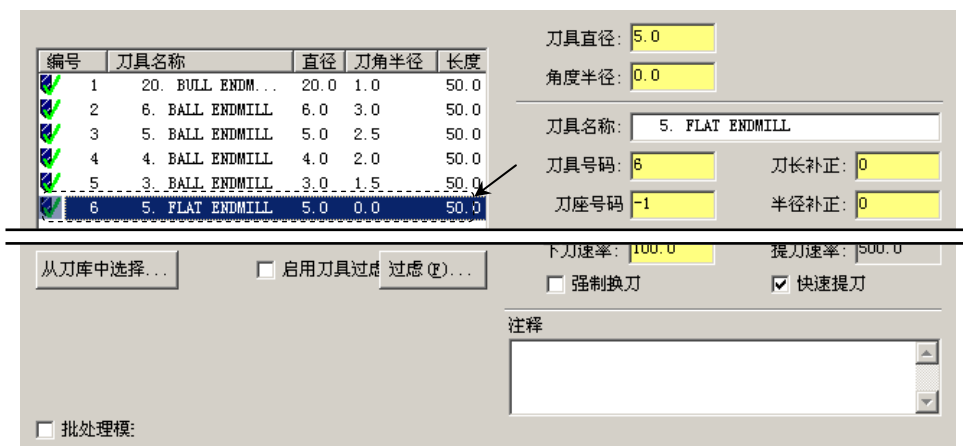

图 15.53 “选择刀具”对话框
Step5. 确定刀具类型。在“2D 刀具路径 - 外形铣削”对话框的左侧节点列表中，单击 **刀具** 节点，切换到“刀具参数”界面，选择图 15.53 所示的刀具。